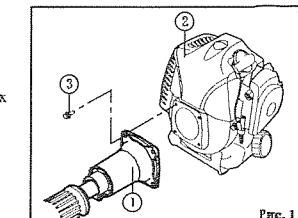

Рис. 1
1. Установка двигателя (Рис. 1)